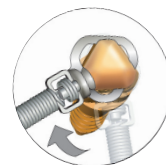

Figura 3
- Acople el resorte al tornillo y gire ligeramente. (Figura 3).